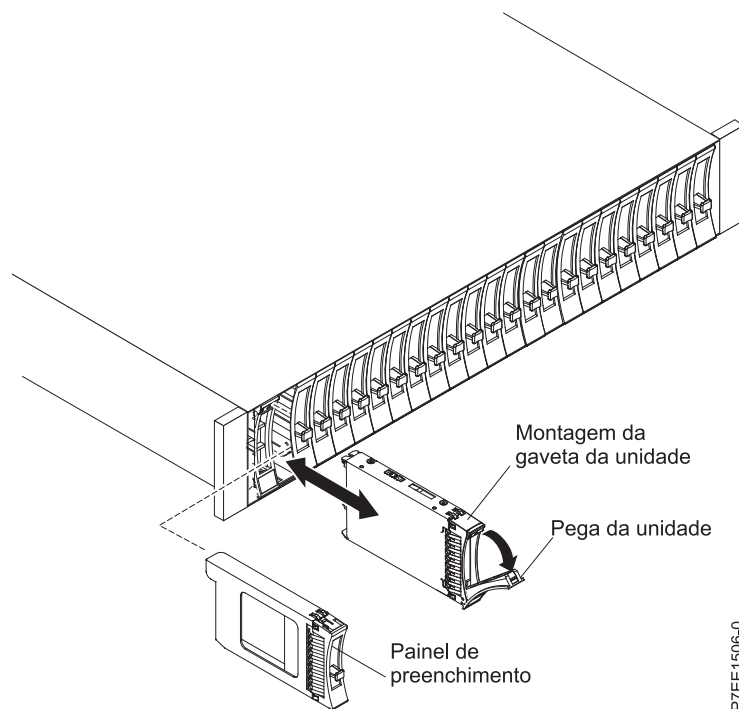

Figura 43. Remover uma unidade do 5887 suporte de unidades de disco
5. Segure a parte anterior da unidade e puxe-a para fora da ranhura, certificando-se de que suporta a parte inferior da unidade como mostrado na Figura 43 na página 47.